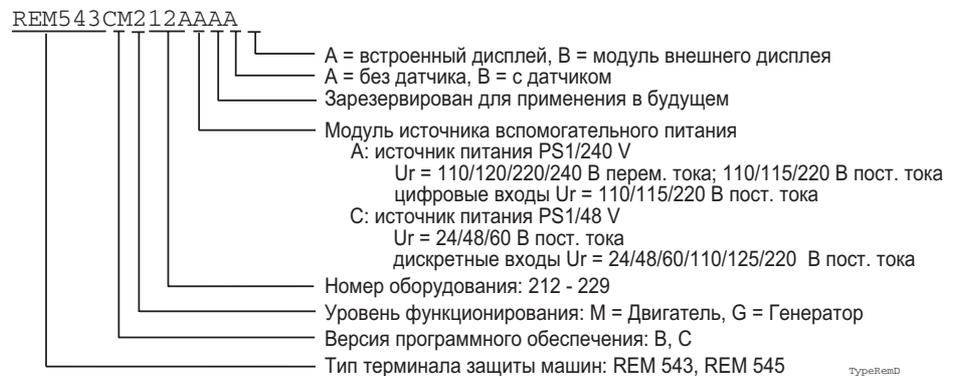

Рис. 6.1.-1 Номер для заказа REM 54_
- Номер для заказа (см. Рис. 6.1.-1 ниже)
Каждый терминал защиты машин REM 54_ имеет специальный номер для заказа, который определяет тип терминала, а также оборудование и программное обеспечение, как показано ниже, Рис. 6.1.-1. Номер для заказа промаркирован на маркировочной планке передней панели поставляемого терминала защиты машин, например, № для заказа: REM543CM212AAAA.